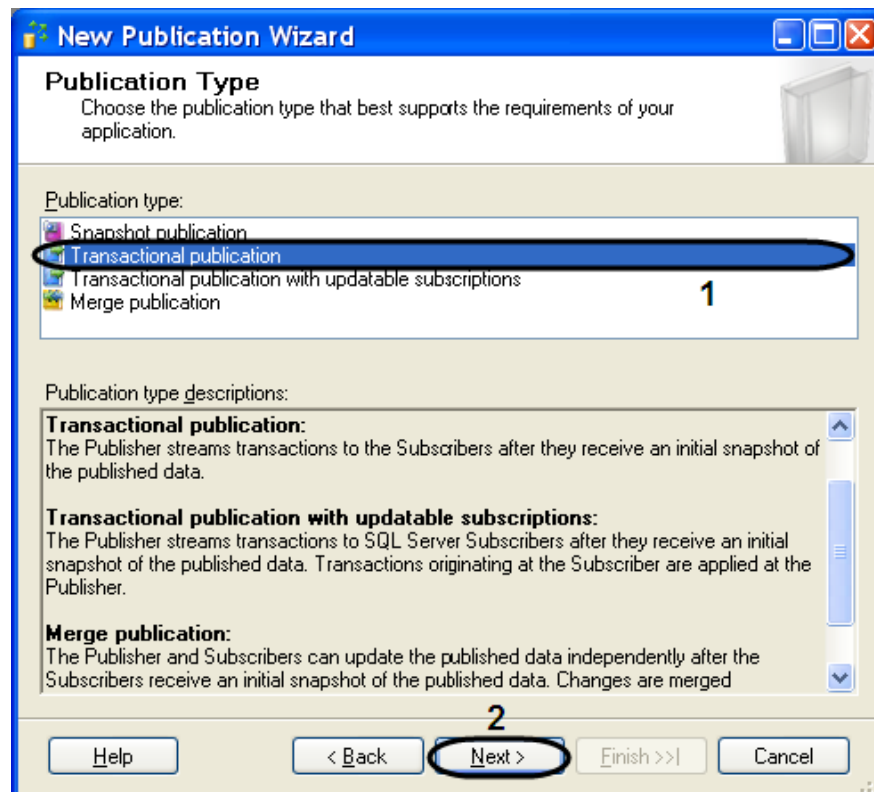

Рис. 11.3—5. Выбор типа публикации
- 10.5. Указать тип подписчика, установив флажок «Sql Server 2008» (Рис. 11.3—6, 1).